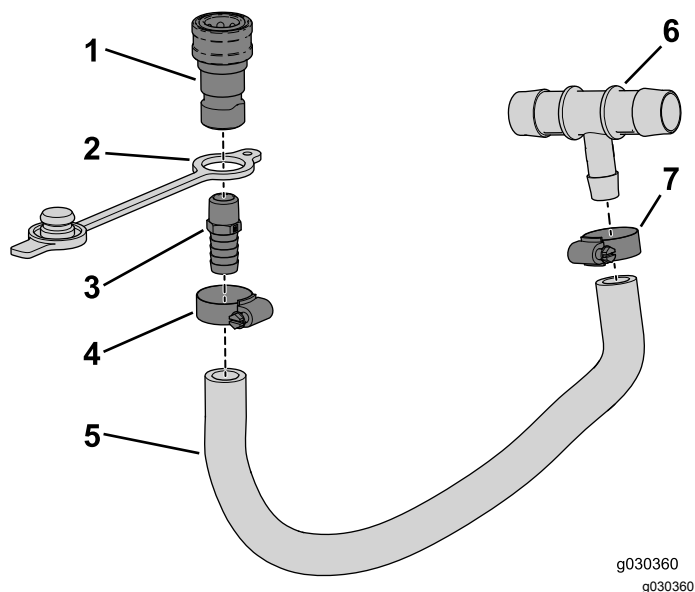

Figura 9
2. Coloque el tapón guardapolvo en el extremo roscado del acoplamiento recto (Figura 9).
3. Enrosque el acoplamiento recto (espiga de $\frac{3}{8}$ NPT x 0.625) en el acoplamiento hembra (Figura 9).
6. Introduzca el extremo dentado del conjunto en la manguera y sujételo con la abrazadera ($\frac{1}{2}$ " a $1\frac{1}{4}$ "), como se muestra en la Figura 9.
7. Introduzca el extremo dentado del acoplamiento en T en la manguera y sujételo con la abrazadera ($\frac{1}{2}$ " a $1\frac{1}{4}$ "), como se muestra en la Figura 9.
- 1. Retire los tapones de los orificios del tubo de soporte (Figura 9).